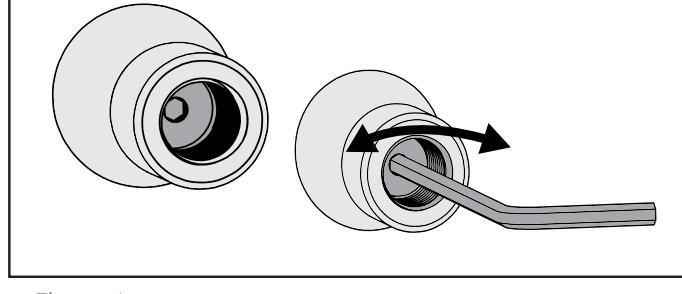

Figure 6
1. Adjust the bolt inside of the axle end with a 3 mm hex key (Figure 6).
1. Stellen Sie die Schraube auf der Innenseite des Achsendes mit einem 3-mm-Inbusschlüssel ein (Abbildung 6).
1. Ajustez le boulon à l'intérieur de l'extrémité de l'axe à l'aide d'une clé hexagonale de 3 mm (Figure 6).